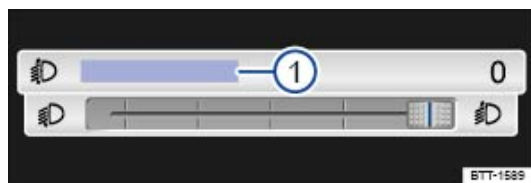

Fig. 82 Dans le système d'infodivertissement : curseur de réglage du site des projecteurs
En fonction de l'équipement du véhicule, le site des projecteurs peut être réglé à l'aide du curseur dans le système d'infodivertissement ⇒ Fig. 82.
- Effleurez le bouton de fonction **Réglage du site des projecteurs** ⇒ Fig. 82 ①.